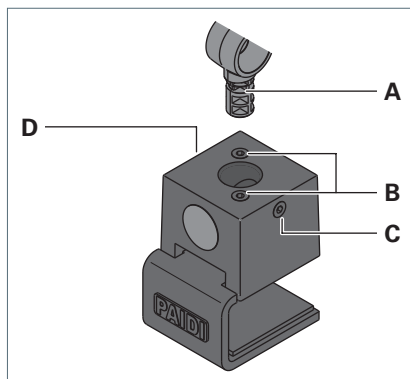

Fig. 1: Montaggio.
- ▶ Fissare il morsetto da tavolo alla superficie di montaggio utilizzando le viti **B**, vedi Fig. 1.